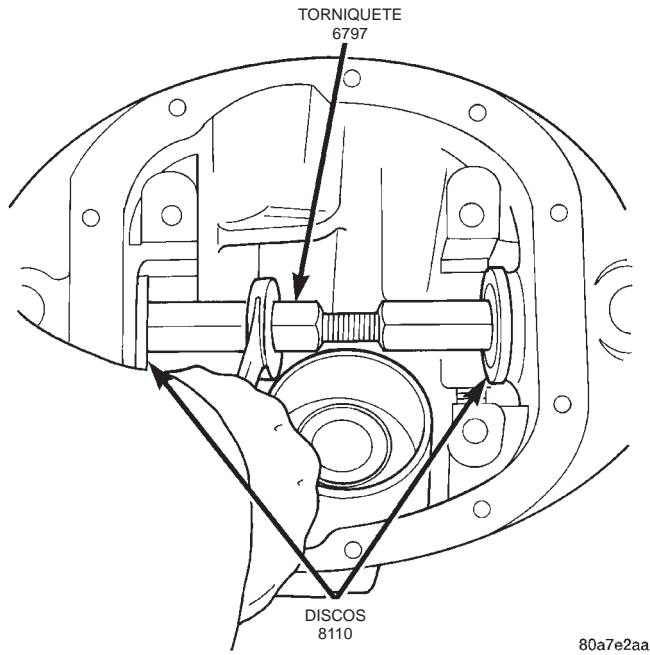

Fig. 34 Instalación de la junta del eje
- (1) Retire el sellante que pueda quedar de las juntas originales.
- (2) Retire el sellante que se encuentra entre el cuerpo tubular de eje y el empalme de la caja, si es necesario.
- (3) Instale las juntas de aceite con los discos 8110 y el torniquete 6797 (Fig. 34). Apriete la herramienta hasta que el disco se apoye en el fondo de la caja.
- (4) Instale el conjunto del diferencial.